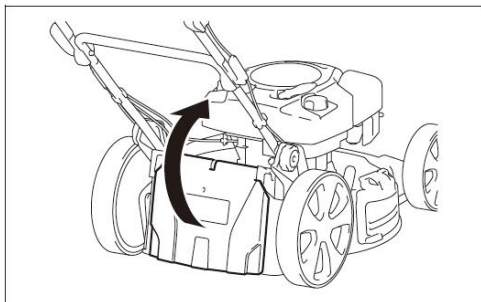

Fig. 4A
1. Pour le monter : soulevez la protection d'éjection arrière et installez le bac de ramassage d'herbe. (Fig. 4A/4B/4C)